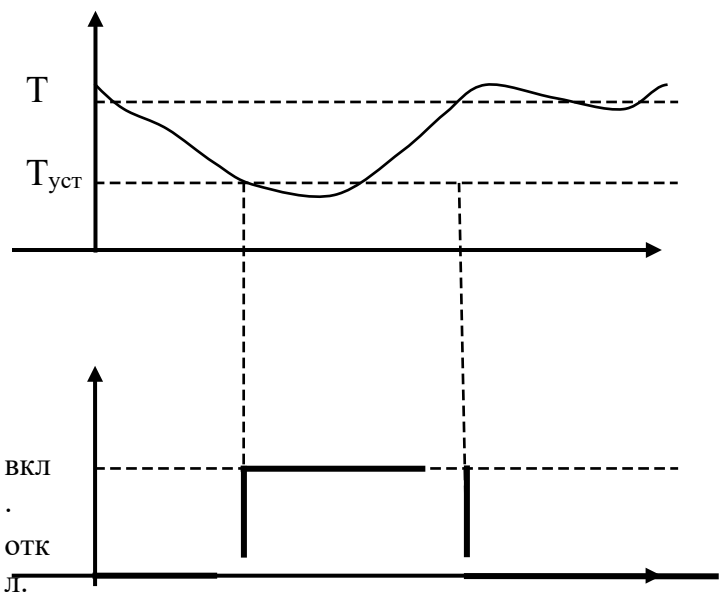

Рисунок 5.22
Сигнализация срабатывает, если отклонение (dT) от заданной температуры (T) превышает значение аварийной уставки ($T_{уст}$) (рис. 5.22).